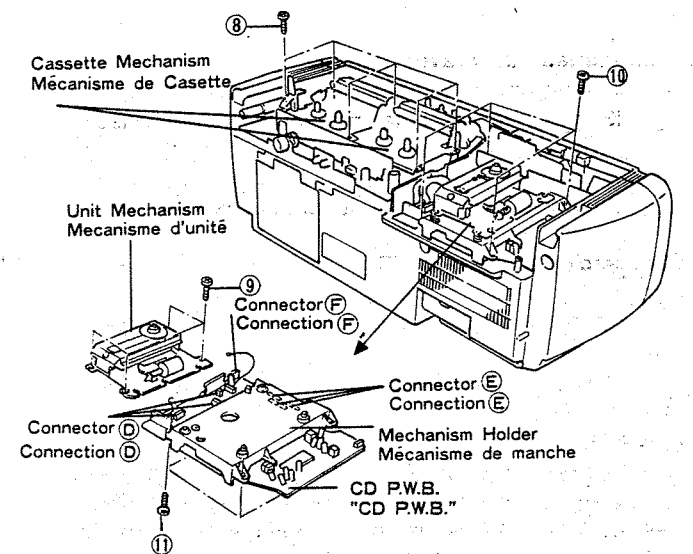

Fig. 5
**6. Châssis de cassette (Fig. 5)**
**8. Mécanisme d'unité (Fig. 5)**
**9. Plaquette CD (Fig. 5)**